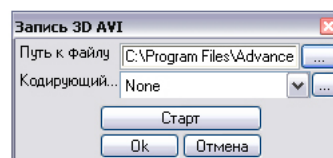

Рис. 3.49. Окно записи видеосюжета.
7. При нажатии на кнопку Запись появляется диалог записи видеосюжета (рис. 3.49), в котором можно задать имя записываемого файла, выбрать способ компрессии и настроить параметры сжатия изображения. При нажатии на кнопку Старт в диалоге записи начнется запись изображения в файл, текущий кадр будет показываться в окне предварительного просмотра. Эта процедура может потребовать некоторое время.